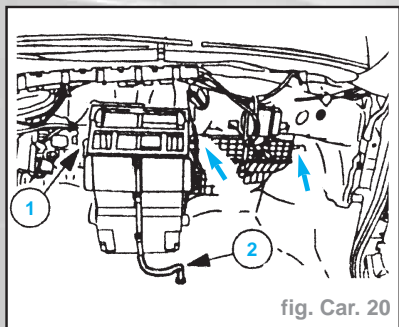

fig. Car. 20
- Déposer l'ensemble chauffage (fig Car. 20).
- Desserrer trois écrous (1).